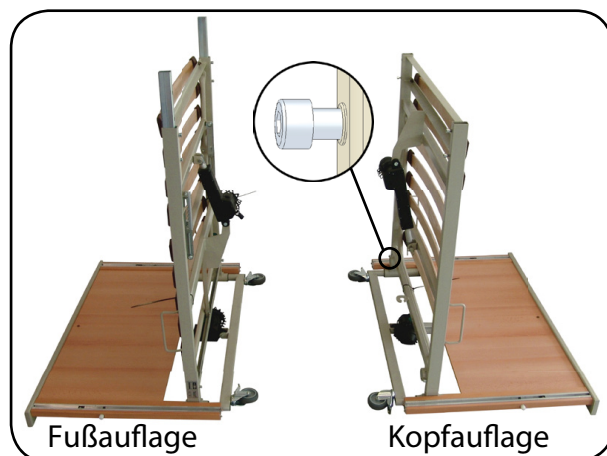

Abb. 6.1.02 - Stellteile mit Liegeflächenhälften
2. Stecken Sie die beiden Liegeflächenhälften auf die Steckrohre der Stellteile. Achten Sie dabei auf die richtige Lage der Liegeflächenhälften. Fixieren Sie nun die Verbindungsstellen mit den jeweils zwei Zylinderkopfschrauben (Abbildung 6.1.02) mit dem beiliegenden Innensechskantschlüssel (6 mm).
3. Stecken Sie die Liegeflächenverbinder (Abbildung 6.1.03) an einer Liegeflächenhälfte ein und fixieren Sie diese mittels der vier Zylinderkopfschrauben (Abbildung 6.1.02). Ziehen Sie die Zylinderkopfschrauben noch nicht fest.